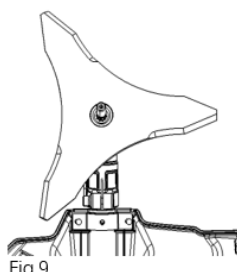

Fig.9
2. Alinhe o disco na placa de suporte, insira a chave Allen nº 1 no orifício e coloque o disco na placa de suporte, alinhe a flange, a tampa de pó e aperte a porca com uma chave de caixa no sentido contrário ao dos ponteiros do relógio até que esteja suficientemente apertada (Fig.9 , 10 e 11)